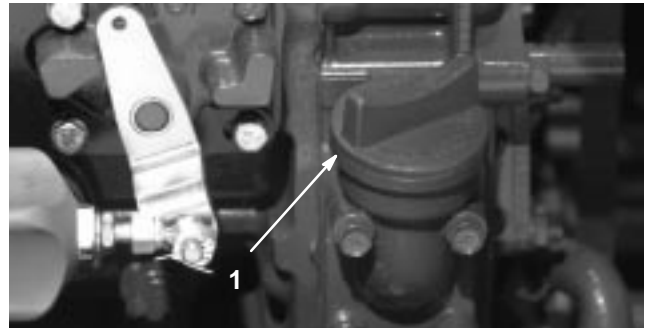

Bild 2
4. Entfernen Sie, wenn der Ölstand die VOLL-Marke nicht erreicht, den Fülldeckel (Bild 2) und gießen genug Öl ein, um den Ölstand bis zur VOLL-Marke anzuheben. **Nicht überfüllen.**